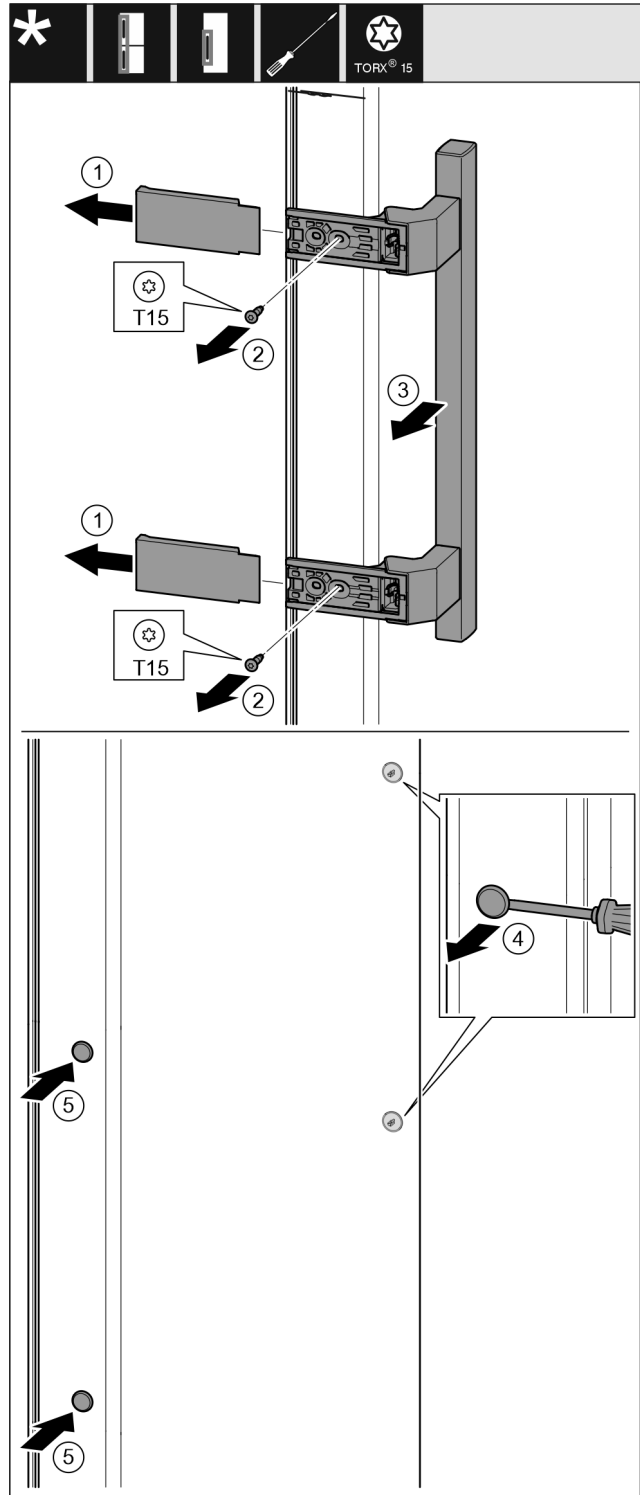

Fig. 13
- ▶ Abdeckung abziehen. Fig. 13 (1)
- ▶ Schrauben mit Schraubendreher T15 herausdrehen. Fig. 13 (2)
- ▶ Griff abnehmen. Fig. 13 (3)
- ▶ Seitlichen Stopfen vorsichtig mit einem Schlitzschraubendreher anheben und herausziehen. Fig. 13 (4)
- ▶ Stopfen auf der anderen Seite wieder einsetzen. Fig. 13 (5)